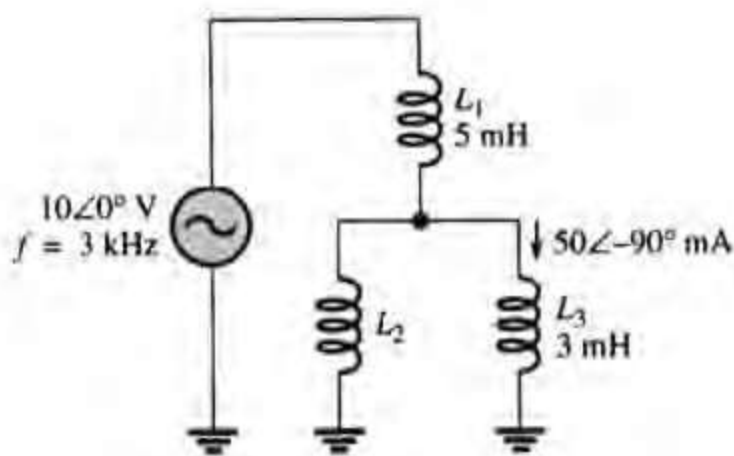

图 14.56
参见图 14.56
33. 计算图 14.56 中的 I_{L2} 。